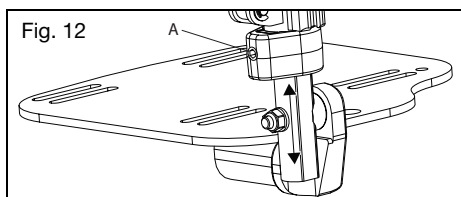

Fig. 12
- a. Afloje el tornillo prisionero (Fig. 12:A) con una llave Allen de 4 mm.